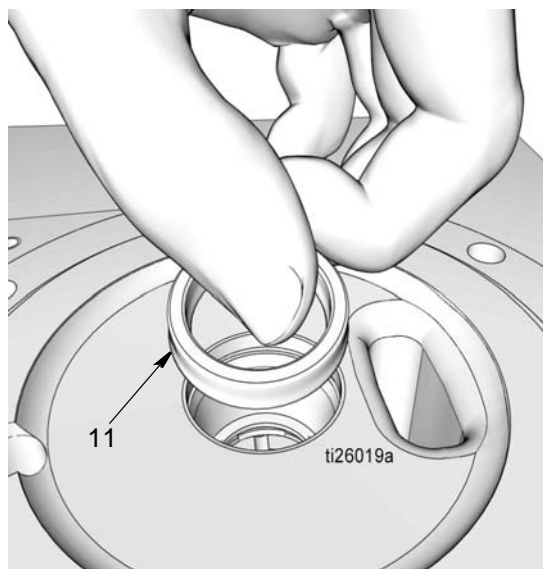

Рис. 33
- d. Установите уплотнение (11). Проверьте, что кромки уплотнения обращены вниз, как показано на Рис. 33.